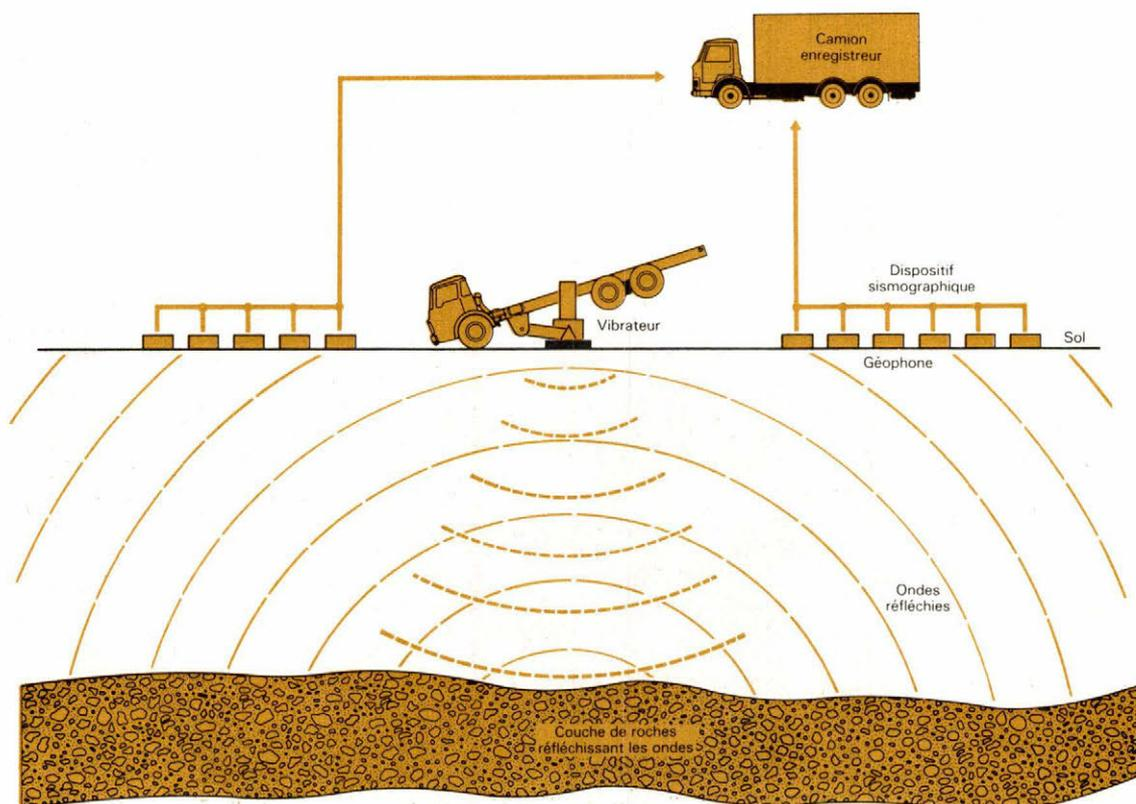

Fig. 15. – Principe de la vibrosismique.
- A la *surface du sol* (fig. 15) se trouve un dispositif sismographique composé de groupes de géophones reliés à des amplificateurs, puis à un camion enregistreur. Par ailleurs, un vibreur mécanique (qui remplace de plus en plus la technique des charges d'explosifs placées au fond de petits puits) provoque les secousses sismiques dont la mise en route est soigneusement enregistrée.